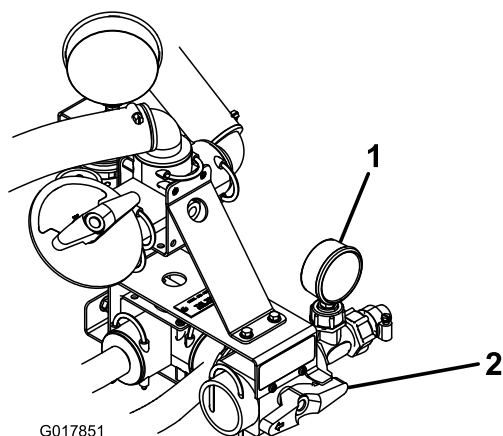

Figure 19
3. Tournez la poignée rouge sur l'avant du distributeur de commande à la position de pulvérisation manuelle (Figure 19).
Remarque: Utilisez le manomètre situé à droite du distributeur de commande tout en tournant la poignée rouge pour obtenir la quantité de pression voulue au niveau du pulvérisateur à main (Figure 19).
2. Tournez la poignée rouge sur l'avant du distributeur de commande à la position de pulvérisation (Figure 19).